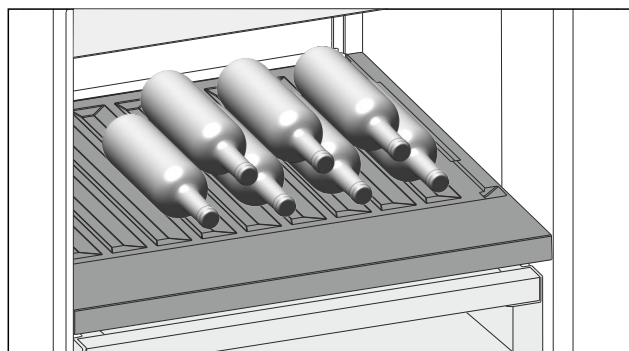

Fig. 97
- Бутылки укладывают дном к задней стенке. (см. Fig. 97)